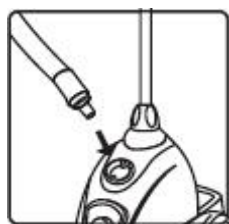
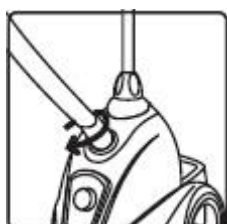

fig.8
fig.9
1. Spingere il raccordo del tubo all'interno della base fino a sentire una resistenza. Bloccare il raccordo, girandolo in senso orario. (fig.8 e fig.9)